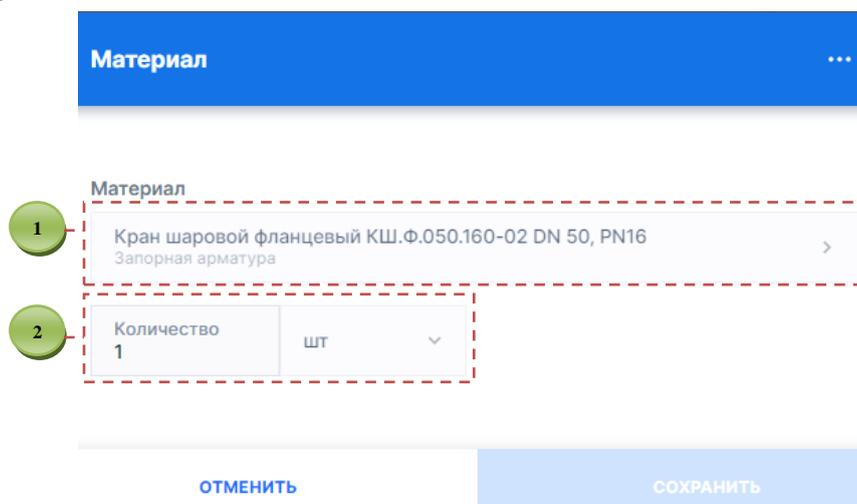

Рисунок 53. Форма выбора материала, его количества
По каждому материалу необходимо внести название (1) и необходимое количество (2) (рис. 53):